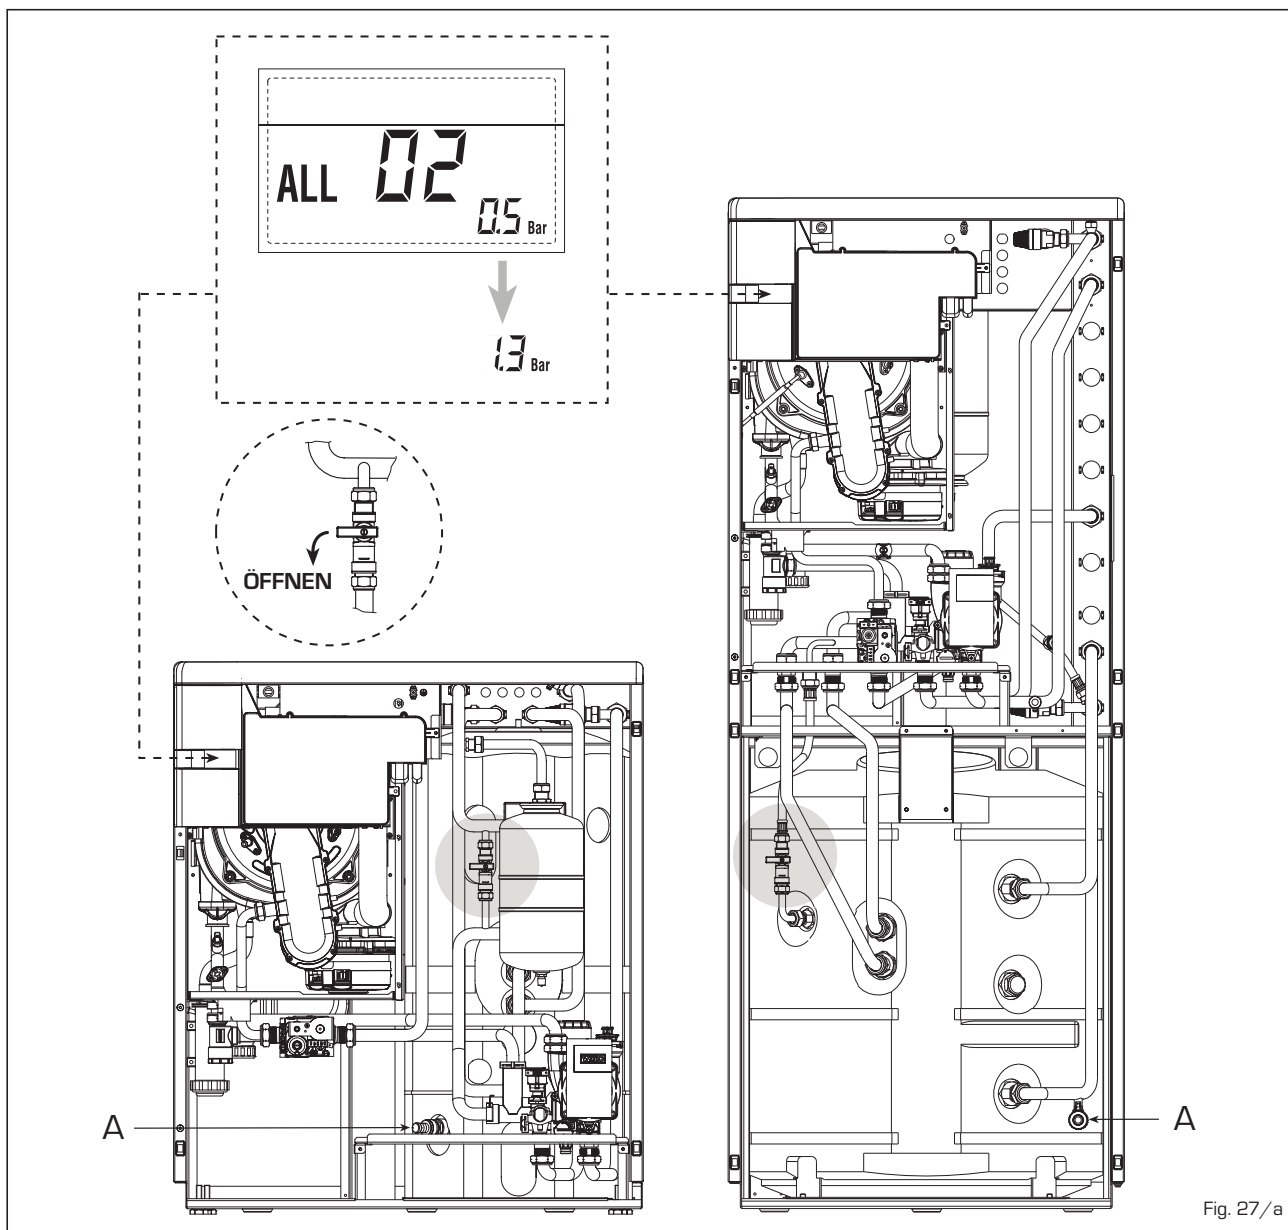

Fig. 27/a
- ALL 02 (Abb. 27/a)
- ALL 06 (Abb. 27/c)
- ALL 07 (Abb. 27/d)
- ALL 13 (Abb. 27/e)